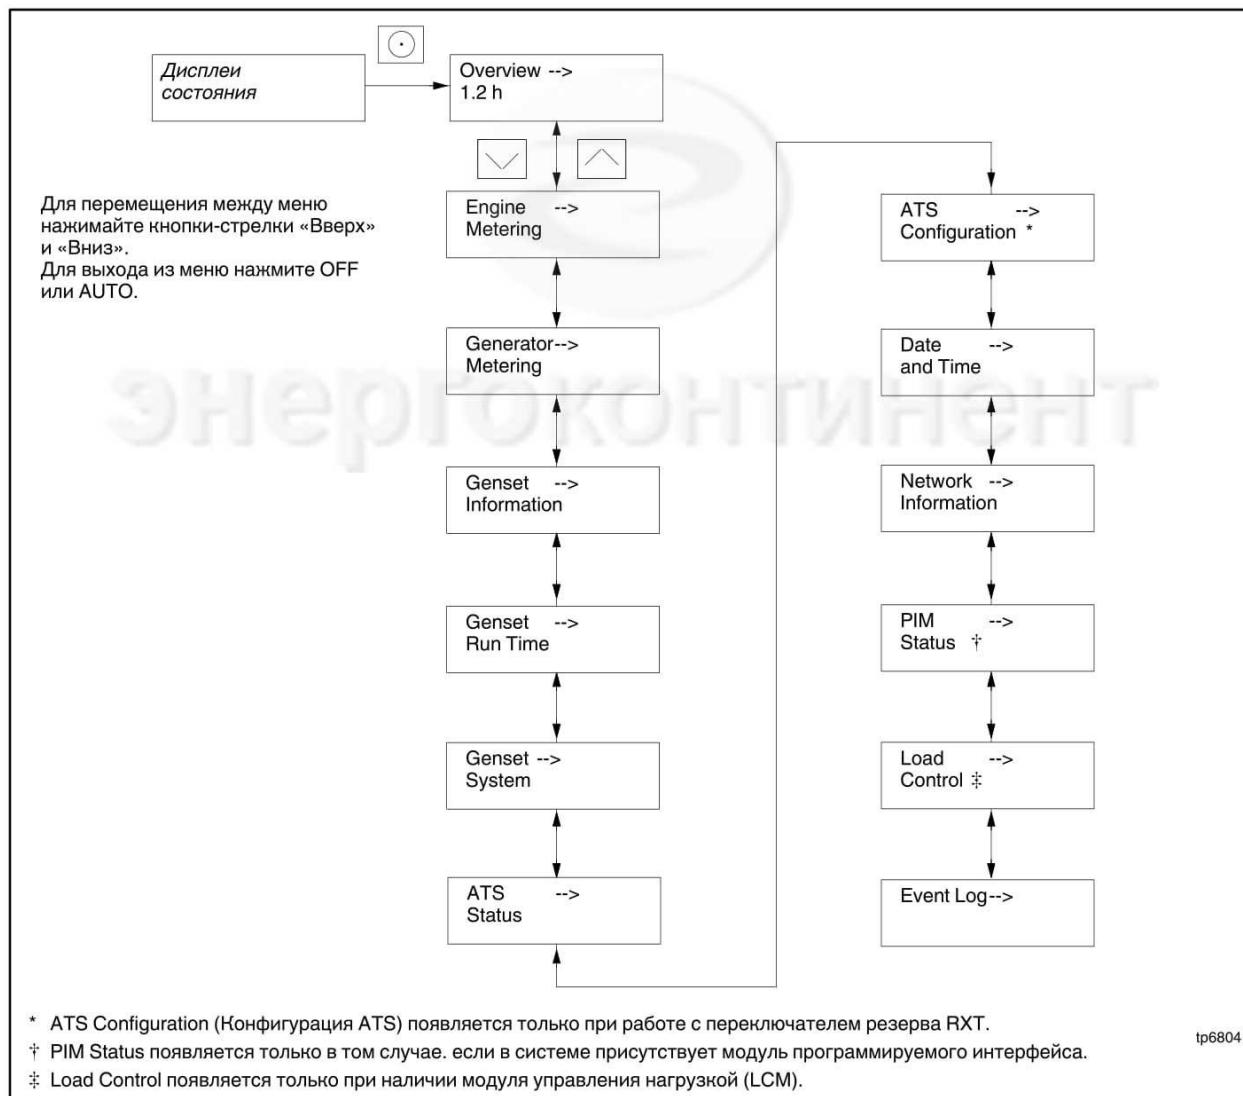

Рис. 3-9 Главное меню RDC2
2. Нажимайте кнопку-стрелку «Вниз», пока не появится нужное меню. В данном примере используется меню Genset System (Система генераторной установки). См. Рис. 3-9.
2. Нажимайте кнопку-стрелку «Вниз», пока не появится нужное меню. См. Рис. 3-9. В этом примере настраиваются дата и время.
- Нажмите кнопку «Выбрать», чтобы войти в главное меню. См. Рис. 3-9.
Чтобы вызвать главное меню, один раз нажмите кнопку «Выбрать». Появится Overview (Обзор). См. Рис. 3-9. Для перехода к следующему меню, Engine Metering (Измерение параметров двигателя), нажмите кнопку «Вниз». Перемещайтесь по меню, приведенному на Рис. 3-9, при помощи кнопок-стрелок «Вверх» и «Вниз».